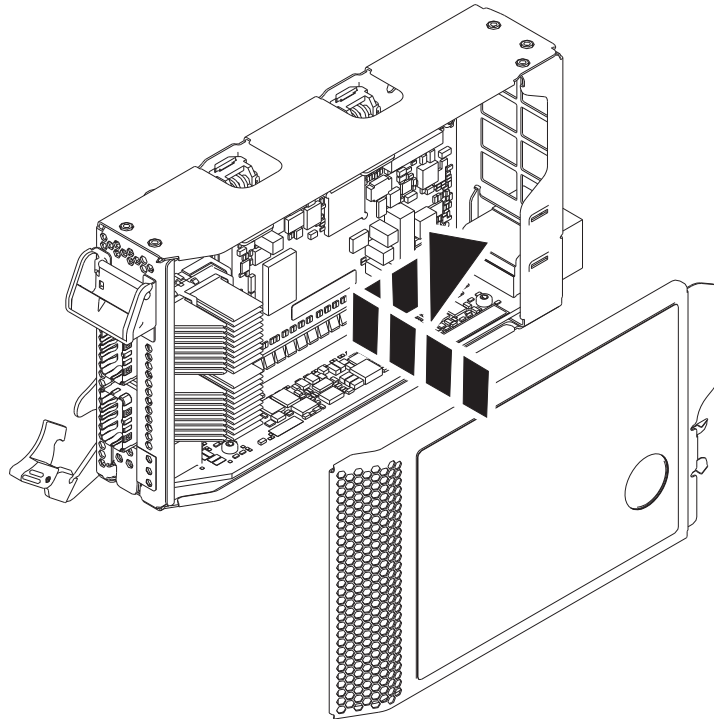

Figura 8. Sustitución de la cubierta de la casete de adaptador PCIe
- a. Alinee y deslice la cubierta de la casete hasta su posición en la casete, como se muestra en la Figura 8.